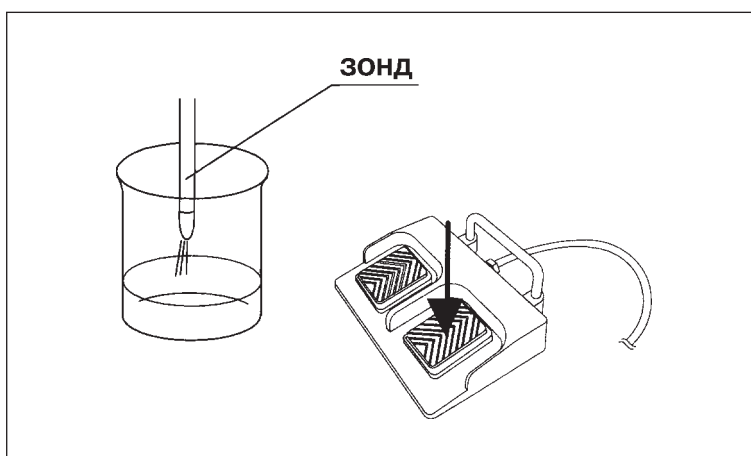

Рис. 6.2
2. Поместите дистальный конец ЗОНДА С ТЕРМОКАУТЕРОМ в мензурку или другую ёмкость, после чего удалите из просвета ЗОНДА остаточную воду (См. рис. 6.2).